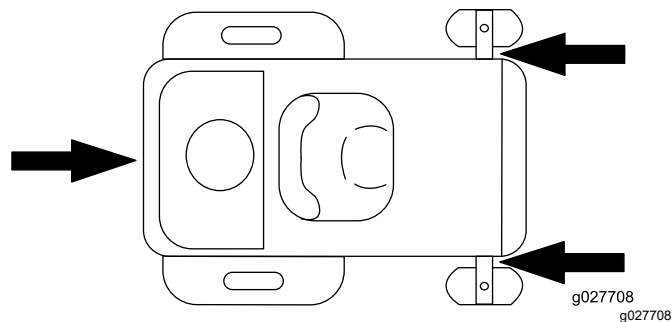

Figura 33
6. Legați maina de lângă roile pivotante față, folosind curele, lanuri, cablu sau frânghii (Figura 33). Consultați prevederile locale referitoare la fixare.